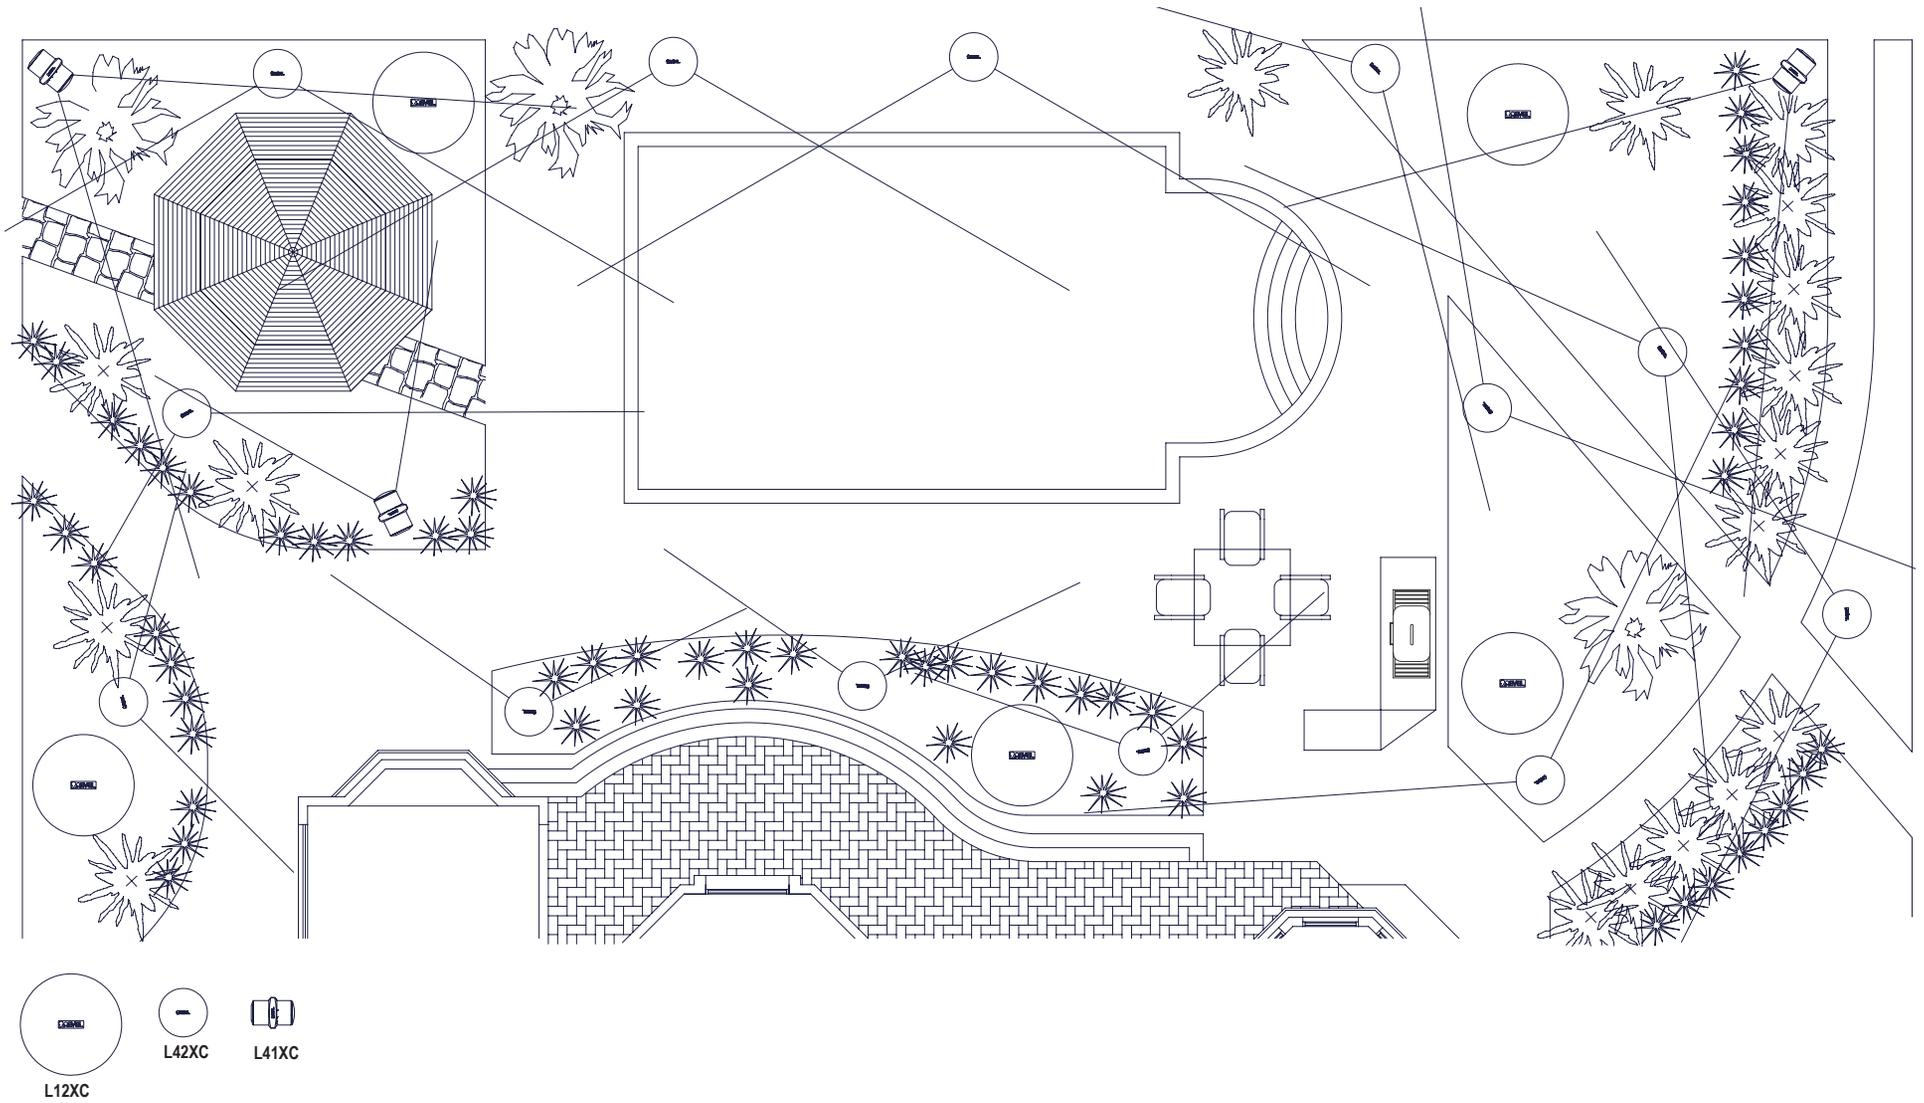

图 1
2. 卫星音箱扩散的角度会影响您所需要音箱的数量以充分覆盖指定区域。L41XC 的扩散角度为 70 度，而 L42XC 的扩散角度为 120 度。扬声器离听力区域越近，它所覆盖的区域就越少。优良的做法是在设计系统时考虑到了覆盖区域，图 1 中我们正是如此。